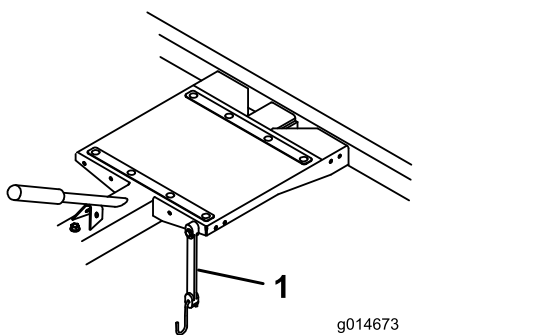

Рисунок 15
- Используйте эластичные жгуты для крепления газонокосилки к прицепу во время транспортировки (Рисунок 15). На различных газонокосилках крепежные отверстия для эластичных жгутов расположены по-разному.